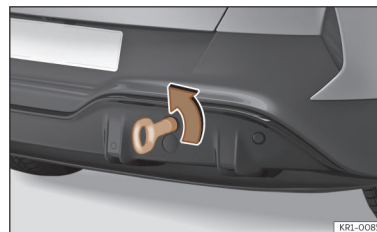

Fig. 190 No lado direito do para-choques traseiro: argola de reboque enroscada.
- Enrosque a argola de reboque no alojamento girando-a ao máximo **no sentido contrário ao dos ponteiros do relógio** >>> **Fig. 190**, >>> ①. Utilize um objeto adequado com o qual possa enroscar completa e firmemente a argola de reboque no seu alojamento.